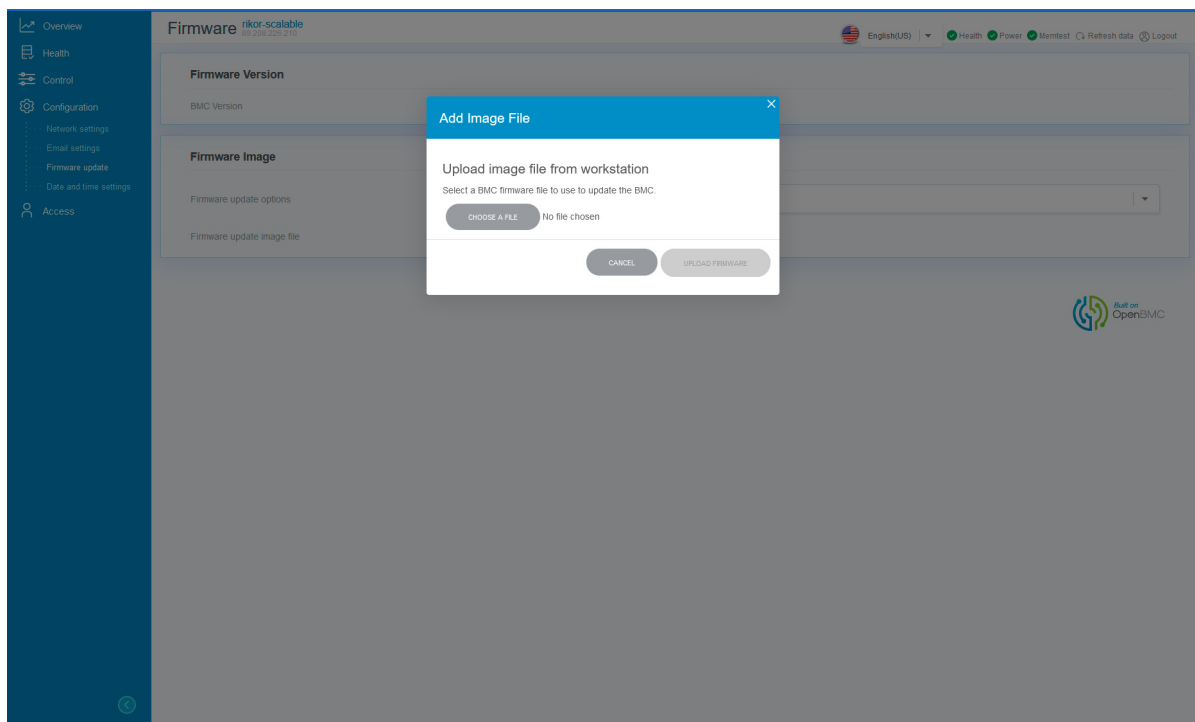

Рис. 89. Окно добавления новой прошивки
- 3) В появившемся окне нажмите на кнопку «CHOOSE A FILE». Окно показано на рис. 89 Окно добавления новой прошивки